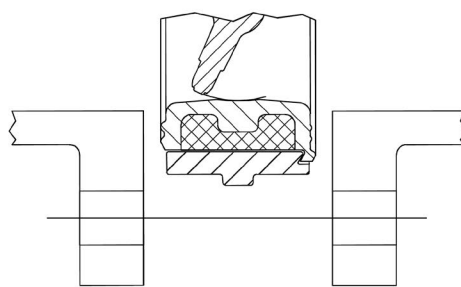

fig. 2
- All'inserimento delle valvole tra le flange, ed al successivo loro serraggio, il disco otturatore va tenuto in posizione leggermente aperta, senza per altro operare in modo che il disco stesso fuoriesca dallo scartamento valvola (fig. 2).